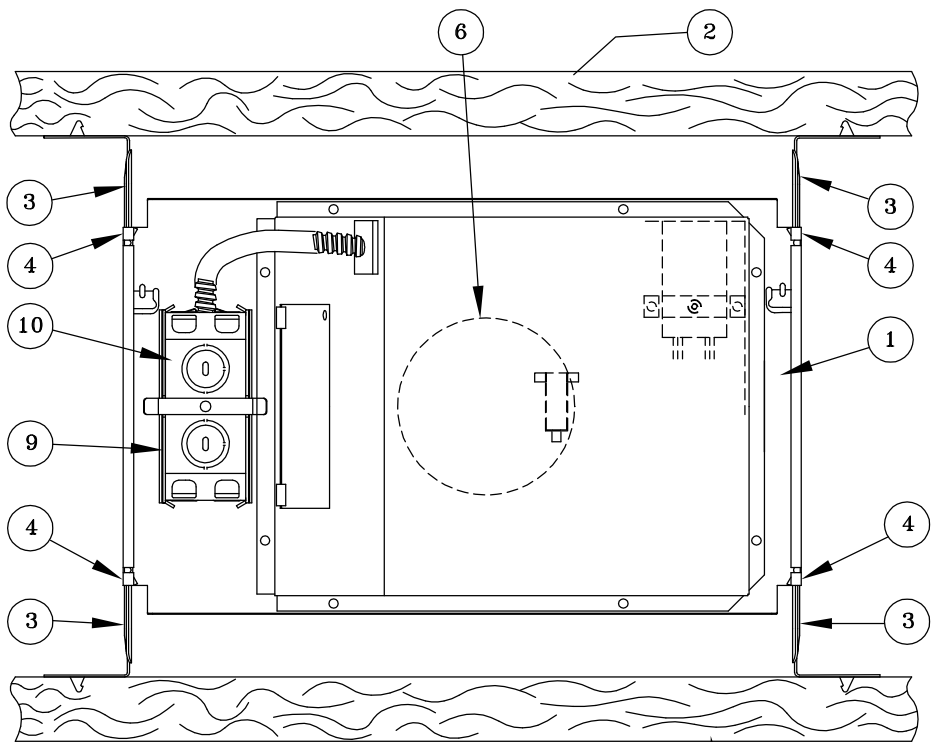

Fig. 1
When Fixture is in desired position, Crimp Four Plaster Frame Ends (4) with Pliers to lock in place. (See Fig.1 and 2)
- 1- Tenga el marco de yeso (1) entre las viguetas (2) y alargue las barras colgantes (3) de manera que entren en contacto con las viguetas. Asegúrese de que la base del marco de yeso (1) esté enrasado y alineado con el borde inferior de las viguetas. Clave las pestañas de las barras colgantes en las viguetas. Hunda clavos también en los agujeros de las barras colgantes para proporcionar soporte adicional si es necesario. Se puede encorvar las barras colgantes para acomodarse a condiciones estrechas de montaje. Cuando la lámpara esté en la posición deseada, doble los cuatro extremos del marco de yeso (4) con alicates para cerrar todo en posición. (Véase Fig. 1 y 2)
- 1- Tenez le cadre de plâtre (1) entre les solives (2) et allongez les barres en potence (3) contre les solives. Assurez-vous que le fond du cadre de plâtre (1) est à ras de et aligné avec le bord des solives. Enfoncez les pattes des barres en potence dans les solives. Enfoncez des clous dans les trous des barres en potence dans le cas où plus de support est désiré. Les barres de potence peuvent être courbées pour s'adapter aux conditions étroites de montage. Quand la lampe est dans la position désirée, pincez les quatre bouts du cadre de plâtre (4) avec une pince pour serrer en place. (Voir Fig. 1 et 2)